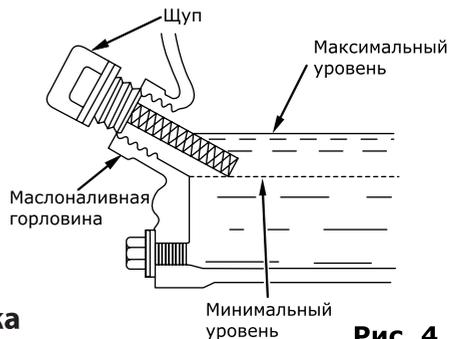

Рис. 4
- отверните и извлеките масляный щуп, проверьте уровень масла, медленно долейте масло до нужного уровня по меткам на щупе или краю маслоналивной горловины (рис. 4);